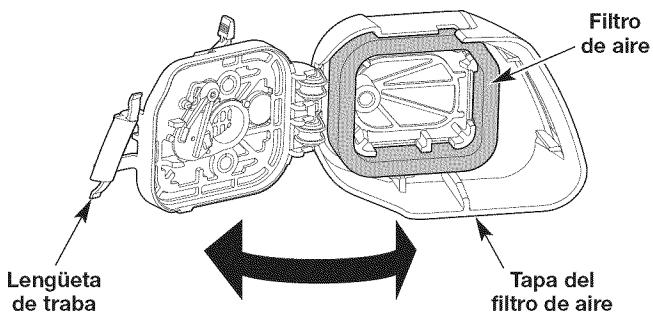

Fig. 16
- Abra la tapa del filtro de aire. Presione la lengüeta de traba hacia adentro y gire la tapa del filtro de aire hacia la derecha (Fig. 16).
- Saque el filtro de aire del interior de la tapa (Fig. 16).
- Vuelva a poner el filtro dentro de la tapa del filtro de aire (Fig. 16).
- Cierre la tapa del filtro de aire. Gire la tapa del filtro de aire hacia la izquierda y presiónela hasta que la lengüeta de traba encaje en su lugar (Fig. 16).